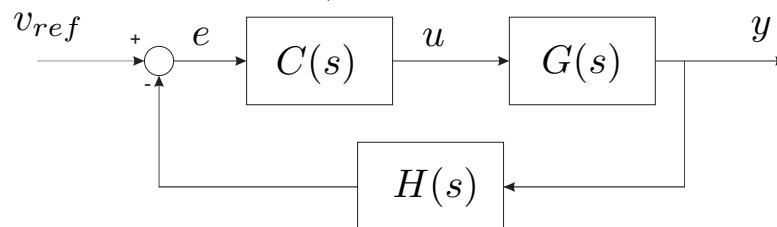

Figura 5: Diagrama de retroacção para controlo de velocidade. Ganho de retroacção não unitário.
5) Mantendo o controlador PI, considere que o sensor de velocidade tem dinâmica  $H(s)$  (ver figura 5). Calcule o erro  $e_2 = y - v_{ref}$  na resposta ao escalão em regime estacionário para os seguintes casos: i)  $H(s) = 0$ , ii)  $H(s) = 1.1$ , iii)  $H(s) = p/(s + p)$  onde  $p = 10/T_i$  ou  $p = 1/T_i$ . Comente a influência de  $H(s)$  sobre as especificações em regime permanente e transitórias indicadas na alínea IV.4).